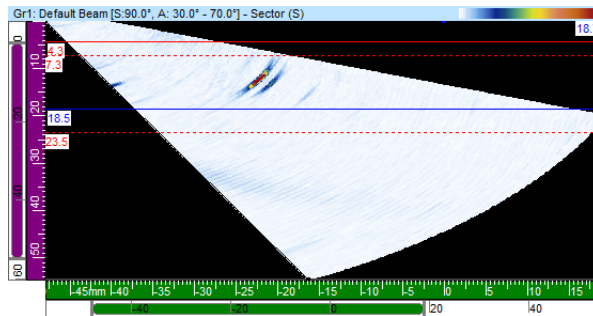

Figure 4-18 Exemple de curseurs autour d'une indication dans une vue sectorielle (S)
2. Dans TomoView, positionnez les curseurs de **Référence** (rouge) et de **Mesure** (bleu) respectivement au-dessus et en-dessous du réflecteur de référence du bloc étalon dans une vue de côté (B), une vue d'extrémité (D) ou une vue sectorielle (S) [voir la Figure 4-18 à la page 256].
4. Dans TomoView, positionnez les curseurs de référence (rouge) et de mesure respectivement au-dessus et en-dessous du réflecteur de référence du bloc étalon dans une vue de côté (B), une vue d'extrémité (D) ou une vue sectorielle (S) [voir la Figure 4-18 à la page 256].